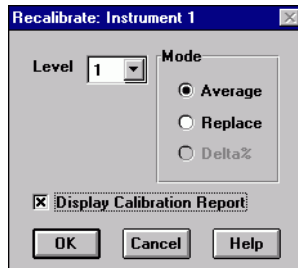

图 12 重新校准 (Recalibrate) 对话框
- 2 显示**重新校准 (Recalibrate)** 对话框（见图 12）。